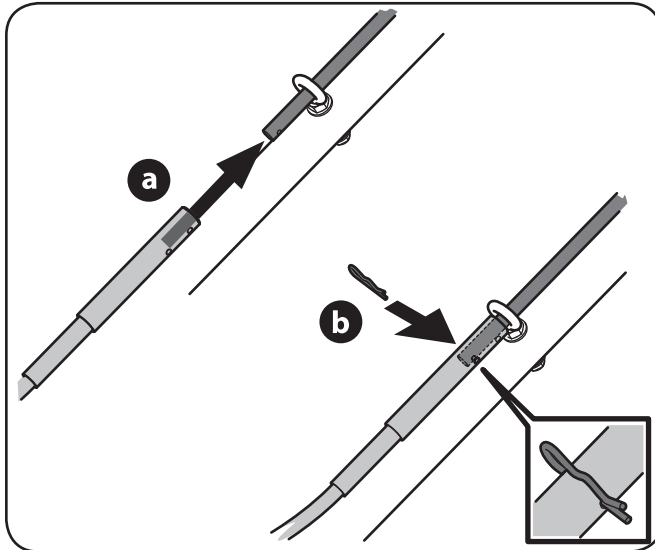

Figure 3-18
5. Fixez l'arbre flexible à la commande de rotation de la goulotte avec une goupille. Voir Figure 3-18.